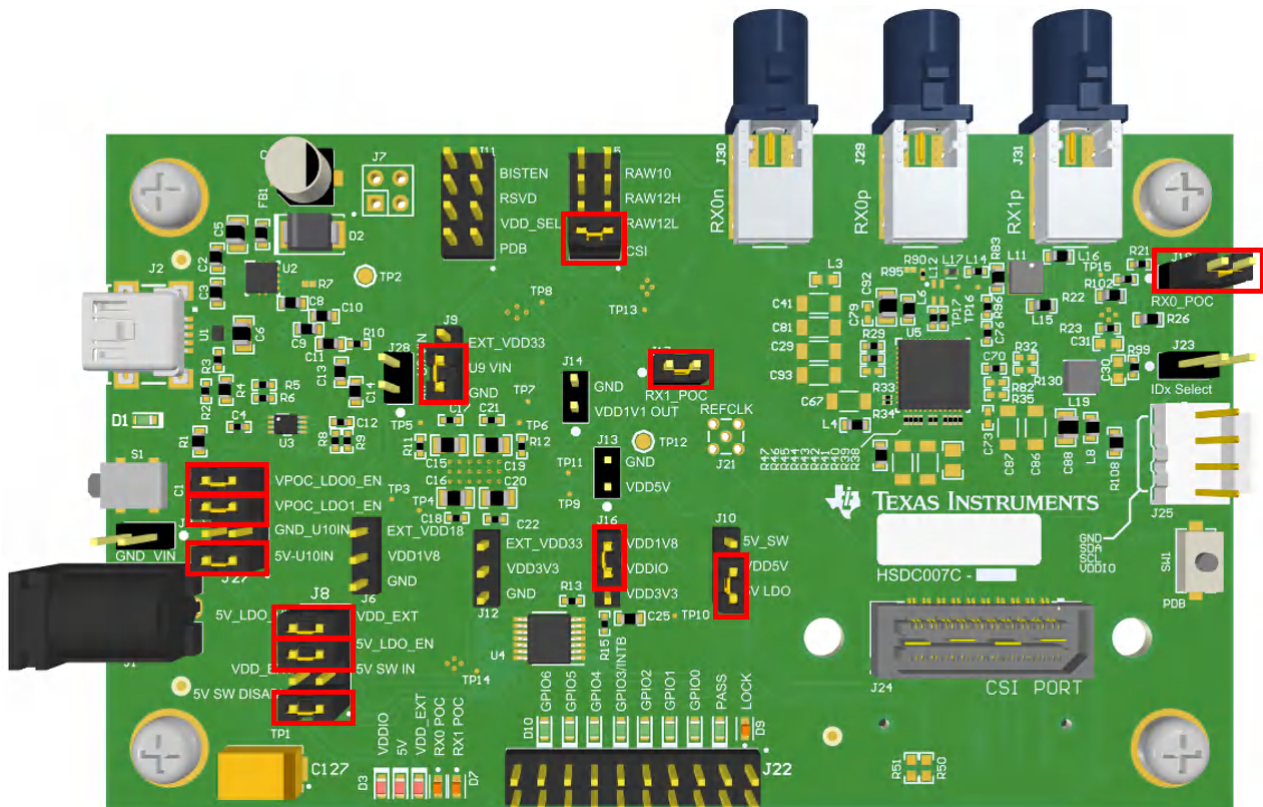

图 4-1. DS90UB954-Q1EVM (高亮显示跳线)
2. 配置跳线 J8、J10、J11、J15、J16、J23、J27 以设置器件的工作模式。默认配置请参阅图 4-1。